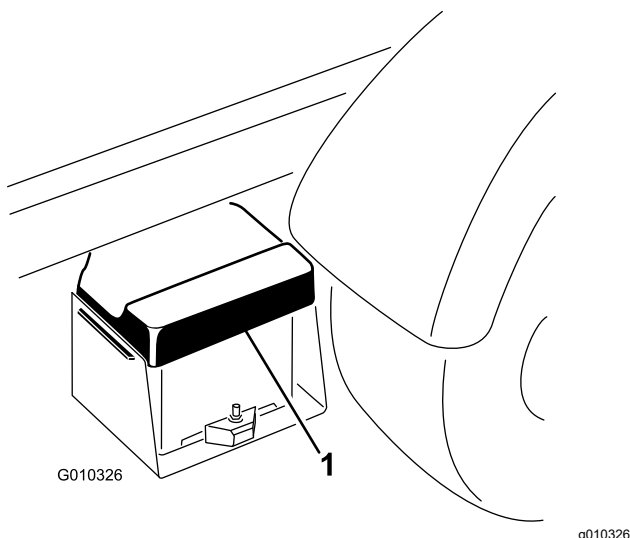

Figura 42
1. Aperte a tampa da bateria para soltar as patilhas da base da bateria e remova a tampa da base da bateria (Figura 42).